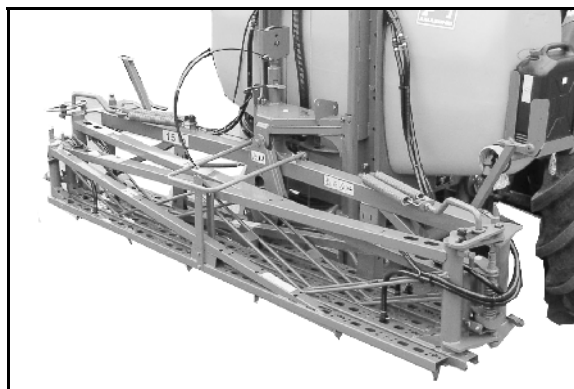

Fig. 78
4. Kontroller efter indklapning, at transportsikringen er gået i hak (Fig. 78).